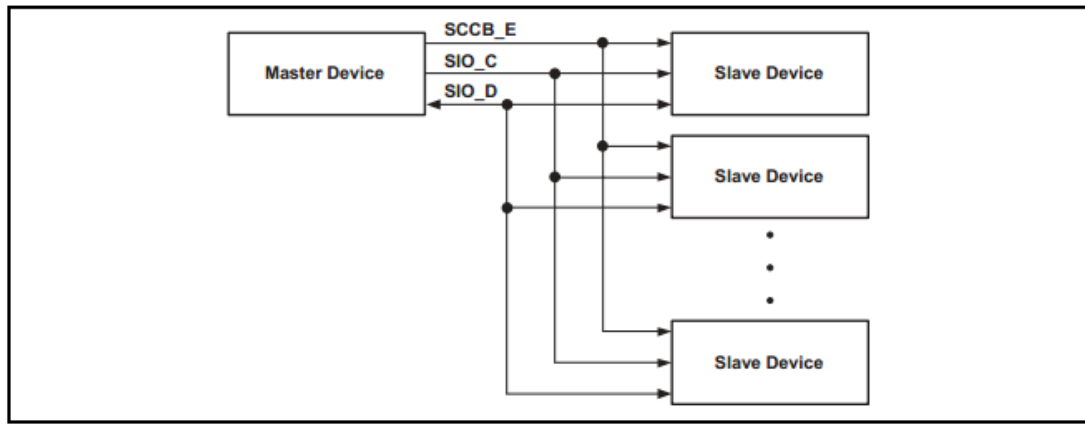

图 30-3 3 线 SCCB 设备连接范例
□ 标准的 3 线 SCCB 接口定义见表 30-2 和图 30-3。